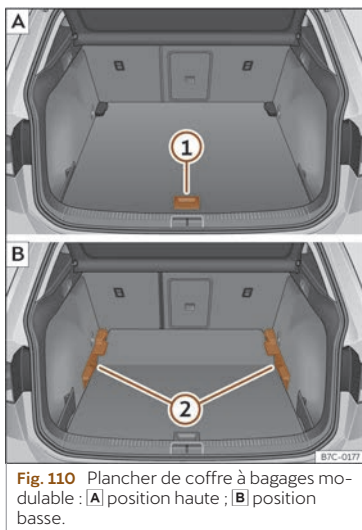

**Fig. 110** Plancher de coffre à bagages modulable : **A** position haute ; **B** position basse.
- Pour passer de la position basse en position haute, relevez le plancher avec la poignée»» **fig. 110 ①**, tirez-le vers l'arrière jusqu'à ce que la partie avant du plancher dépasse complètement les supports»» **fig. 110 ②**.
- Déplacez le plancher vers l'avant sur ces derniers jusqu'à ce qu'il bute contre le dossier de la banquette arrière et ensuite, abaissez le plancher avec la poignée **①**.
- Pour passer de la position haute en position basse, relevez le plancher avec la poignée»» **fig. 110 ①**, tirez-le vers l'arrière jusqu'à ce que la partie avant du plancher dépasse complètement les supports»» **fig. 110 ②**.
- Laissez tomber la partie avant contre le plancher et poussez ce dernier vers l'avant jusqu'à ce qu'il bute contre le dossier de la banquette arrière en abaissant en même temps le plancher avec la poignée **①**.
- Lorsque le plancher modulable se trouve en position haute, relevez-le à l'aide de la poignée»» **fig. 110 ①**, tirez-le et repoussez-le vers le dossier de la banquette arrière jusqu'à ce qu'il se plie au niveau de la charnière et que sa partie mobile repose contre le dossier.
- Pour passer de la position haute en position basse, relevez le plancher modulable avec la poignée»» **fig. 110 ①** et tirez-le légèrement vers l'arrière.
- Poussez le plancher modulable en direction des sièges arrière rabattus à l'aide de la poignée **①** en appuyant légèrement dessus de manière à placer la partie mobile du plancher au même niveau que le dossier des sièges arrière.